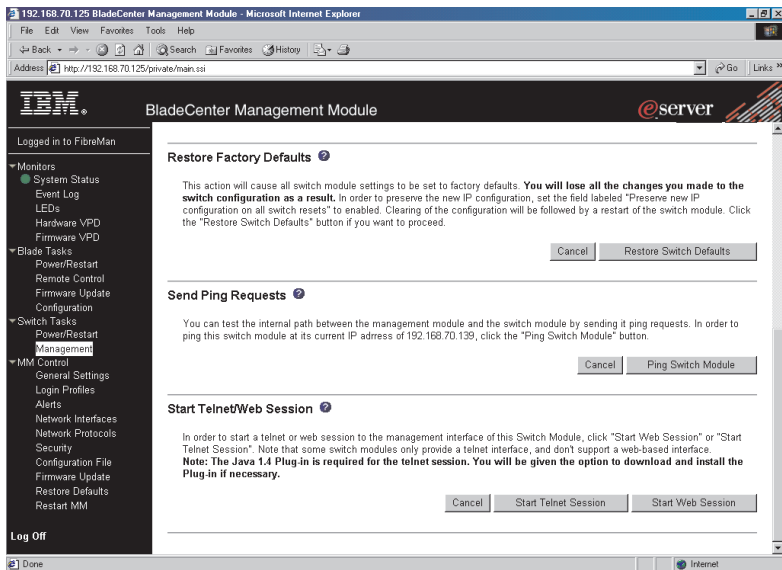

図 13. 「Switch Management」 ウィンドウ - 上級
7. スクロールダウンをして、「**Advanced Switch Management**」をクリックします。 33 ページの図 13 の図のようなウィンドウが開きます。